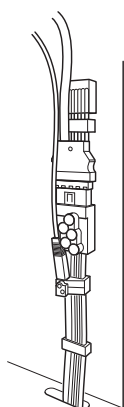

Bild 9: Schaktstammens anslutning i elskåpet.
9. Anslut schaktstammen i elskåpet, se bild 9 och 10.2.